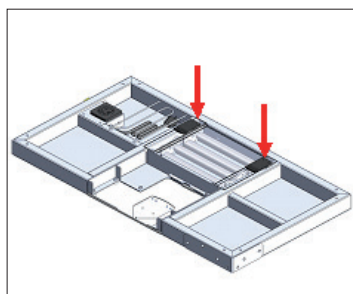
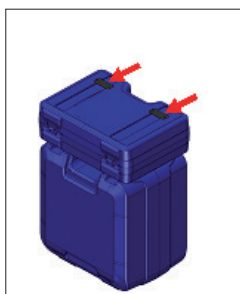

Rys. 18
Rys. 19
- Po zakończeniu montażu frezarki przycinającej, wyreguluj położenie magnesów w zależności od kształtu i wielkości obrabianego elementu (Rys. 18). Za pomocą frezarki można łatwo wykonać obróbkę wykańczającą. Do łatwiejszego uchwycenia przedmiotu podczas przycinania krawędzi można wykorzystać przyssawki próżniowe (Rys. 19).